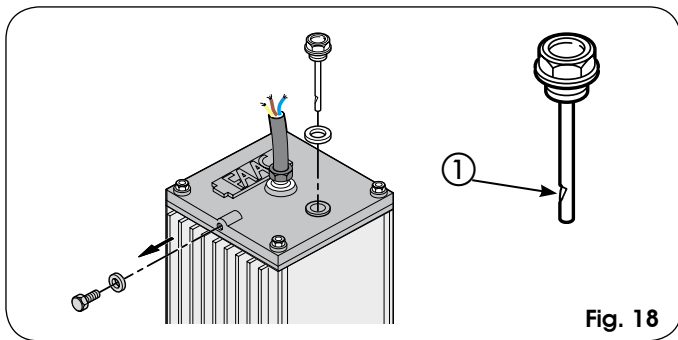
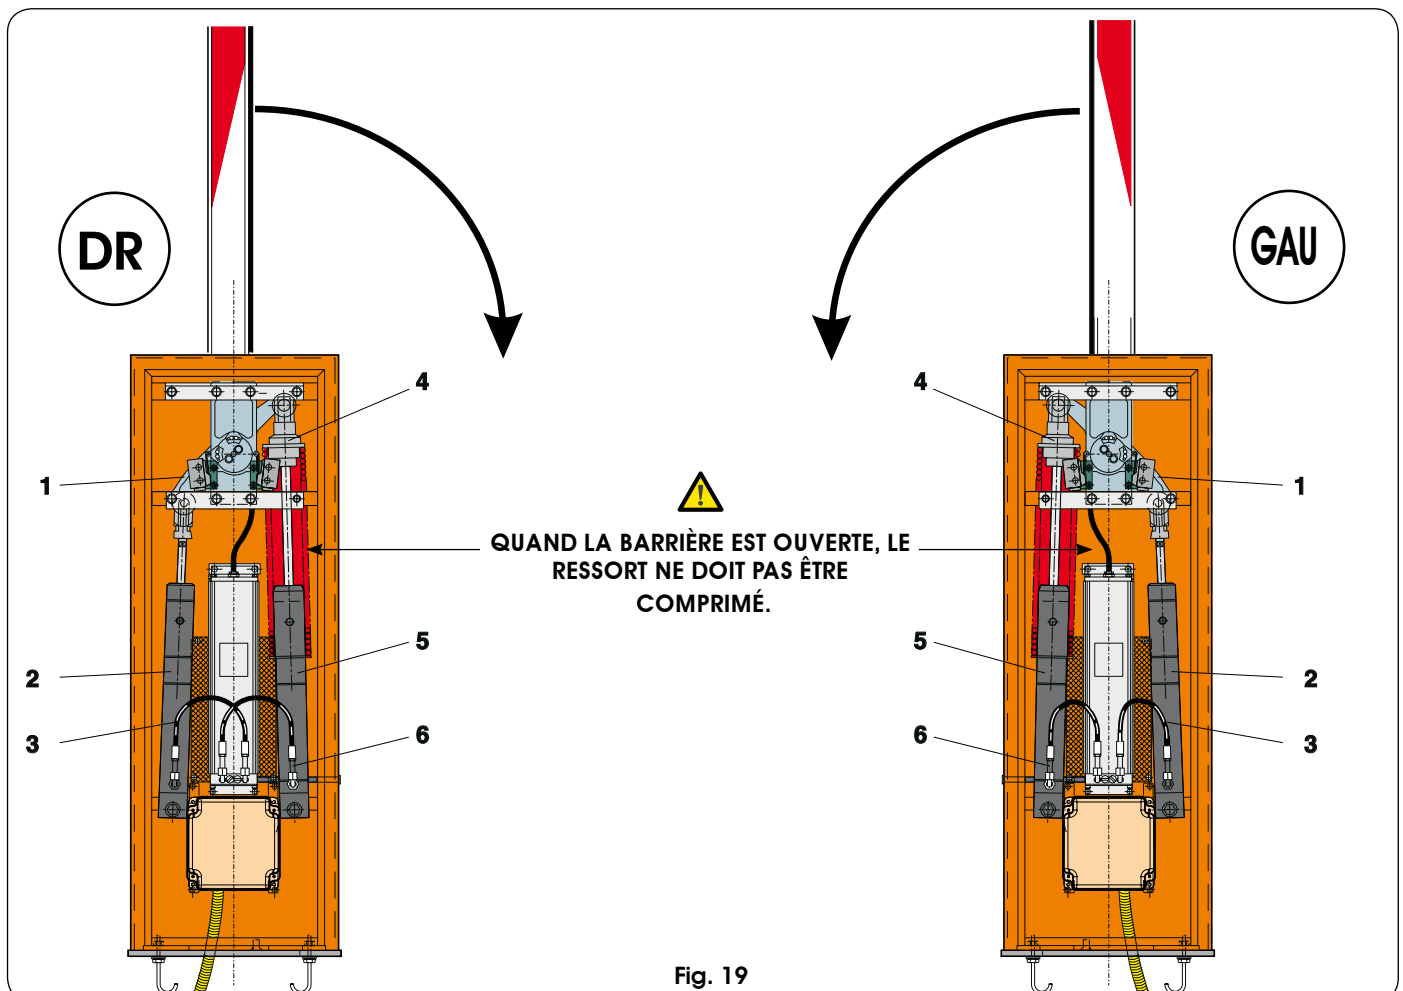

Fig. 18
Fig. 19
Le niveau ne doit pas descendre sous le cran de la jauge de contrôle (Fig. 18 réf. ①).
Pour faire l'appoint, dévisser le bouchon de remplissage (Fig. 18) et verser l'huile jusqu'au niveau.
5. Desserrer complètement la bague de réglage du ressort (Fig. 19 réf. 4).
6. Désassembler les tuyaux d'alimentation (Fig. 19 réf. ③ et ⑥) des deux pistons et boucher les raccords.
7. Démontez les deux pistons (Fig. 19 réf. ② et ⑤) des attelages supérieurs et inférieurs et en inverser la position en amenant le compensateur (Fig. 18 réf. ①) contre l'arrêt mécanique de fin de course en ouverture.
8. Enlever la flasque du pignon et la remonter de manière à sélectionner la barrière en ouverture d'après la figure 19.
9. Raccorder les tuyaux d'alimentation d'après la Fig. 19 selon la configuration de la barrière (DR ou GAU).